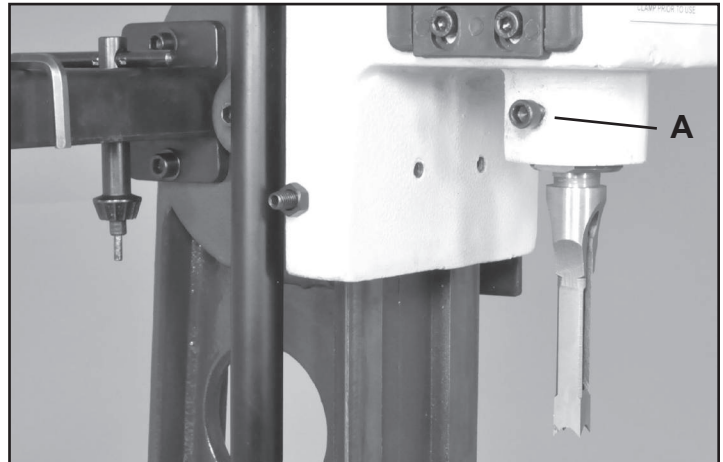

FIG. 9
4. Resserrez la bague de la vis de réglage pour sécuriser le ciseau en place. FIG. 9, A.